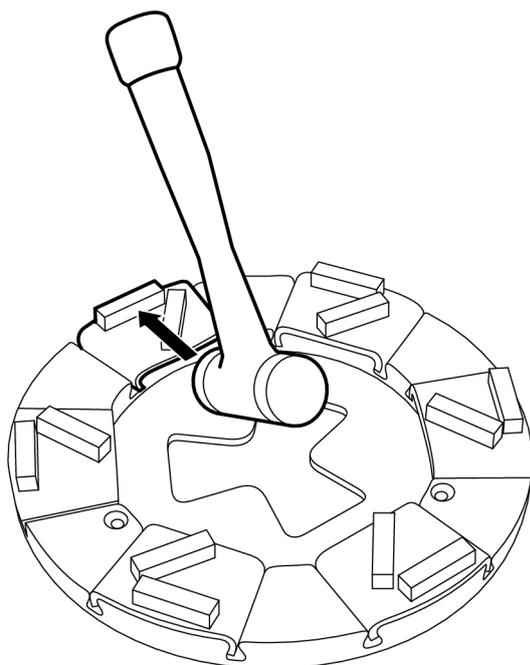

Figura 4-13. Bloccaggio dell'utensile di levigatura
2. Bloccare l'utensile di levigatura nel portautensile battendo qualche colpo con un mazzuolo in gomma, vedere Figura 4-13, pagina 23.
3. Bloccare l'utensile di levigatura nel portautensile battendo qualche colpo con un mazzuolo in gomma, vedere Figura 4-13, pagina 23.